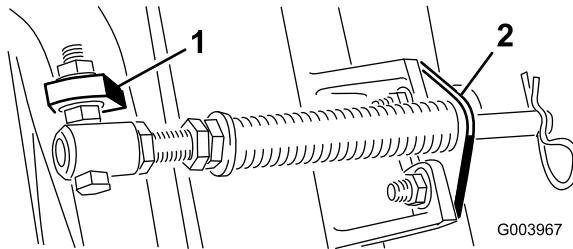

Рисунок 5
Примечание: Головку болта следует расположить в направлении наружной стороны выступа, как показано на Рисунок 5.
- D. Присоедините кронштейн штока к выступам режущих блоков с помощью каретных болтов и гаек (Рисунок 5).